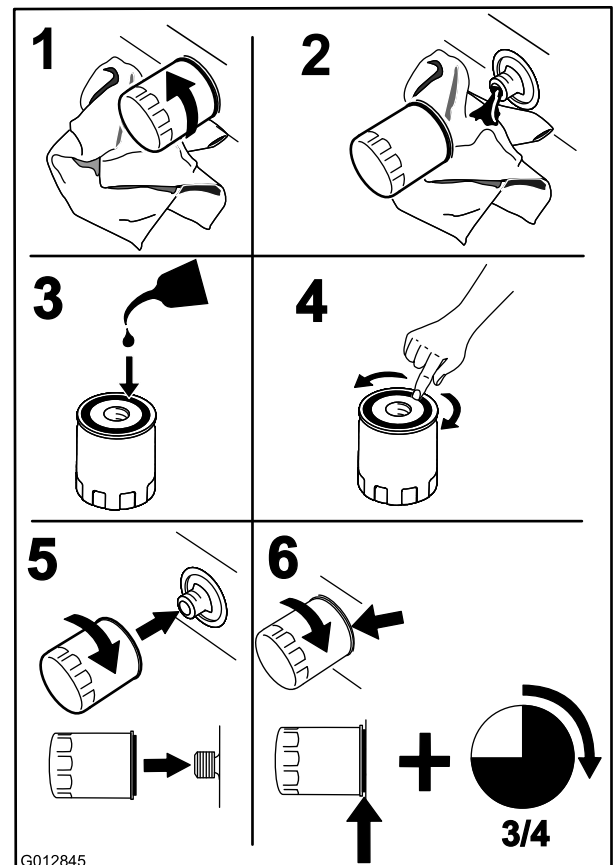

Bild 47
3. Wechseln Sie den Motorölfilter (Bild 47).